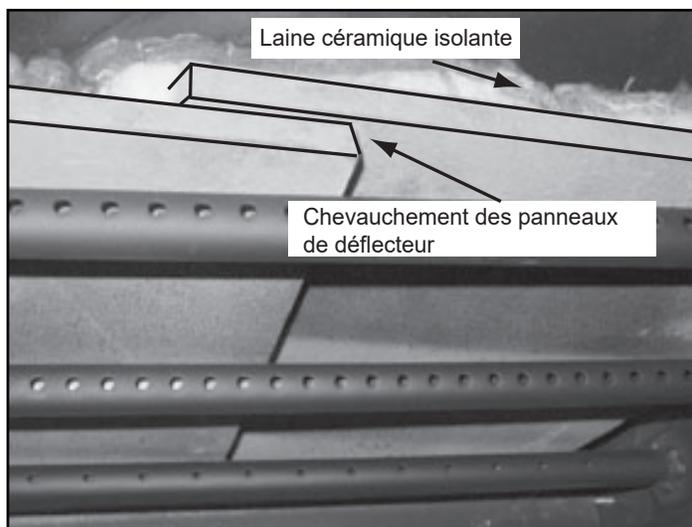

Figure 20.1
3. Une fois le capot de protection du déflecteur retiré, tirez les panneaux du déflecteur et la couverture en céramique vers l'avant d'environ 1 pouce (25 mm), puis faites chevaucher les déflecteurs d'environ 1 à 2 pouces (25 à 51 mm) (Figure 20.1).